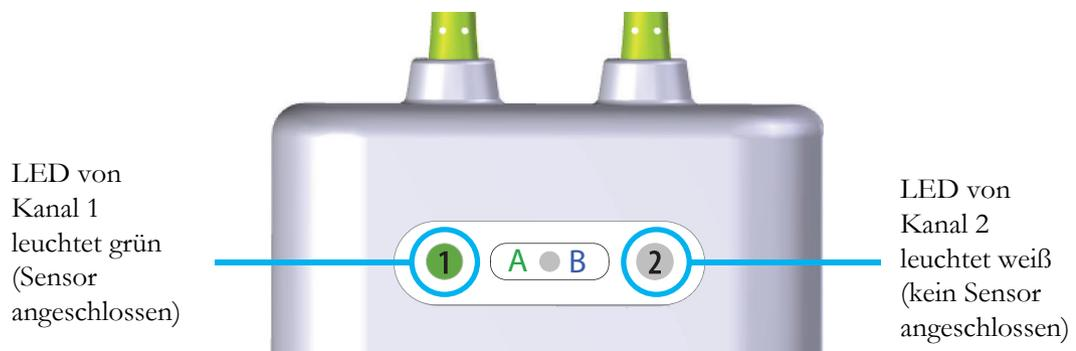

Abbildung 12-14 Anschließen eines Sensors an das Vorverstärkerkabel
- Vergewissern Sie sich, dass die Farbe der Status-LED der Kanalanzeige am ForeSight Elite Moduls (FSM) von weiß zu grün wechselt, sobald der Sensor angeschlossen wurde. Siehe Abbildung 12-14.